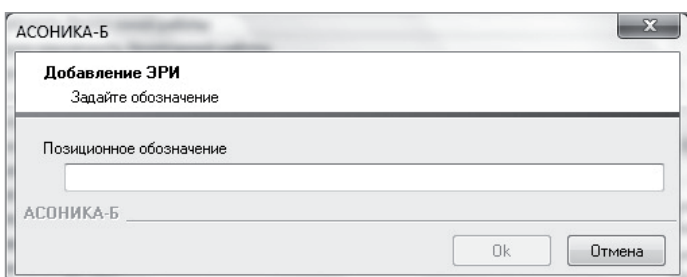

Рис. 17. Диалоговое окно *Выбор позиционного обозначения*
**Шаг 5.** В появившемся диалоговом окне введите позиционное обозначение добавляемого ЭРИ (рис. 17) и нажатием кнопки *OK* завершите процесс добавления ЭРИ.